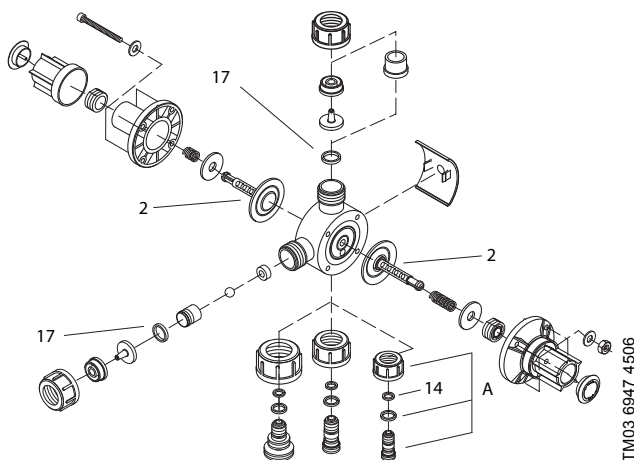

Abb. 43 Multifunktionsventil, zerlegt
3. Untere Anschlussverschraubung (Abb. 43, Pos. A) des Dosierkopfes lösen. Restliche Chlordioxid-Lösung in den Eimer fließen lassen. Der Anschlussnippel mit Überwurfmutter wird freigesetzt.